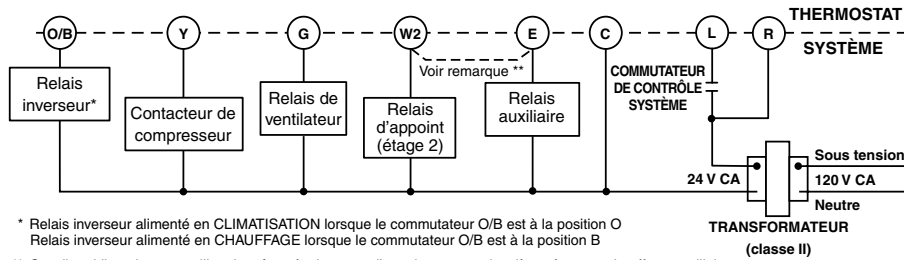

Figure 2. Schéma de câblage typique, installation à un seul transformateur
2. Raccorder les fils sur les bornes à vis du socle en se fiant au schéma de câblage qui convient (figures 2 à 4).